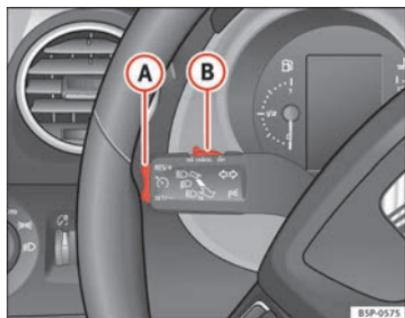

Fig. 155 Alavanca das luzes indicadoras de mudança de direcção e dos máximos: comando botão basculante para o regulador de velocidade
- Premir a parte superior do botão basculante **RES/+** ⇒ fig. 155 **A** para aumentar a velocidade. Enquanto o botão basculante estiver a ser premido, o veículo é acelerado. Soltando o botão basculante, fica memorizada a nova velocidade.
Se se reduzir a velocidade com o pedal do travão, desliga-se o regulador de velocidade. Se quer activar de novo o regulador, bastará pressionar uma vez a parte superior do botão basculante **RES/+** ⇒ página 201, fig. 155 **A**.